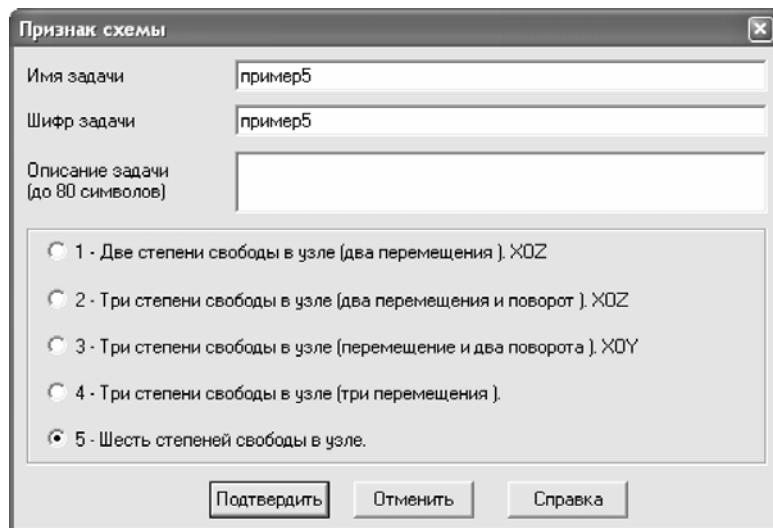

Рис.5.2. Диалоговое окно **Признак схемы**
- В появившемся диалоговом окне **Признак схемы** (рис. 5.2) задайте следующие параметры: